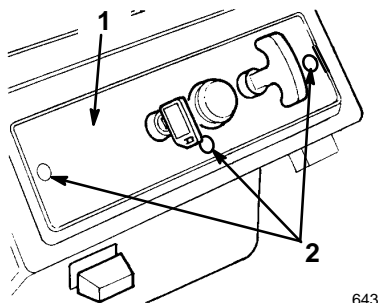

Figure 19
1. Retirer les trois vis de fixation du panneau de commande au carter (Fig. 19).